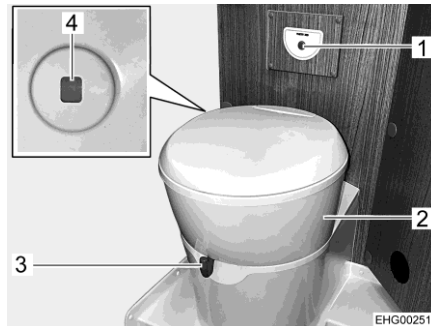

Fig. 70 Toilettes
Il est possible de tourner la cuvette dans la position souhaitée. Saisir pour ce faire le partie supérieur des toilettes (Fig. 70,2) des deux mains et tourner.
L'unité de commande avec le bouton de la chasse d'eau (Fig. 70,1) est positionné à proximité de la cuvette.
L'indicateur de niveau (Fig. 70,4) passe du vert au rouge quand le réservoir pour matières fécales doit être vidé.
- Avant d'actionner la chasse d'eau, ouvrir le curseur des toilettes. Pousser pour cela le levier du curseur (Fig. 70,3) dans le sens inverse des aiguilles d'une montre.
- Pour actionner la chasse d'eau, appuyer sur le bouton bleu (Fig. 70,1).